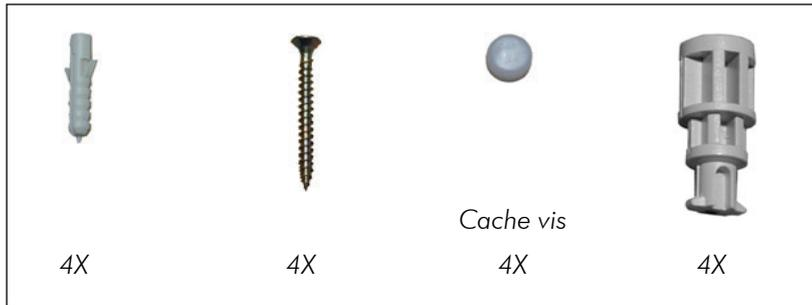

Fig. 16
- Vérifier le matériel fournis avec le central (Fig. 16).